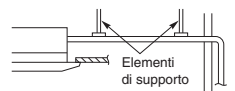

Fig. 3-14
- Non applicare forza eccessiva al tubo sul lato dell'unità quando si collega il tubo di scarico. Il tubo non deve venire lasciato pendere senza supporto dopo essere stato collegato a quest'unità. Fissare il tubo ad un muro, ad un sostegno o altro supporto il più vicino possibile a quest'unità. (Fig. 3-14)